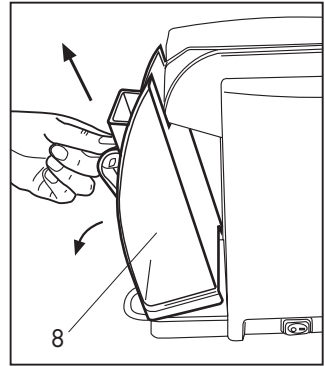

Abb. 1
- Den Behälter (8) nach außen kippen, heben und abnehmen. **(Abb.1)**